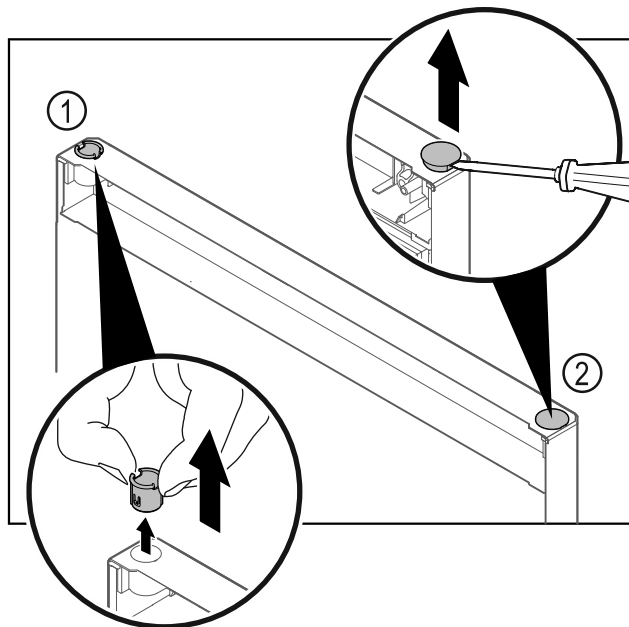

Fig. 21 Køledelens dør
- ▶ Træk hængselbøsningen Fig. 21 (1) ud med fingrene.
- ▶ Løsn afdækningsproppen Fig. 21 (2) forsigtigt med en flad skruetrækker, og træk den ud.